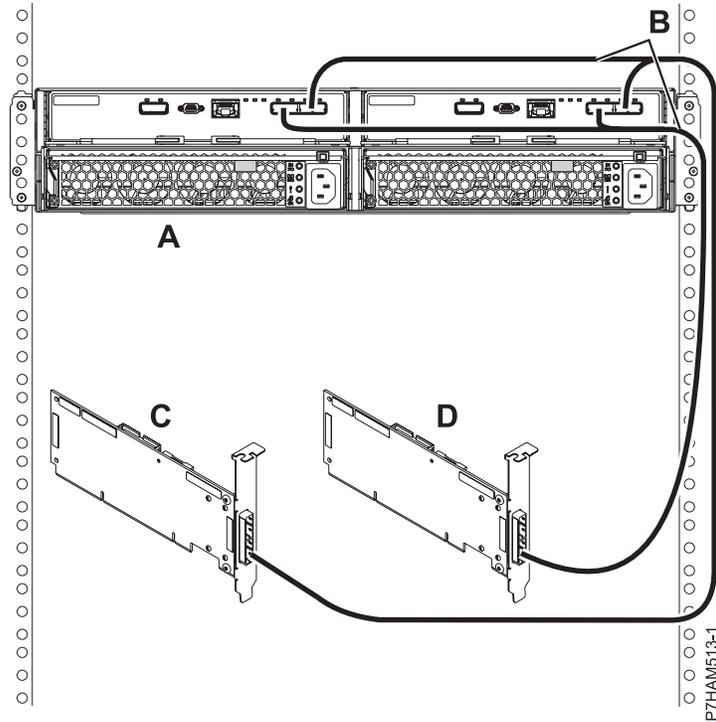

Figura 41. Conexión en la modalidad 2 mediante cables YO de un alojamiento de unidades de disco 5887 con dos adaptadores SAS independientes
15. Realice la conexión en la modalidad 2 de un alojamiento de unidades de disco 5887 (A) utilizando cables YO (B) con dos adaptadores SAS independientes, tal como se muestra en la Figura 41 en la página 85.